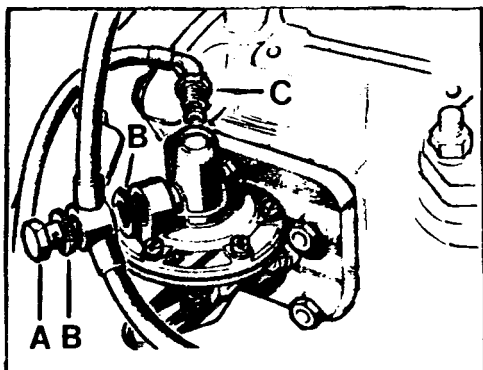

Fig. A1-32 Desmontaje tuberías bomba - de combustible
- 1.2. Desmontar el racord, A (Fig. A1-32) con sus arandelas de estanqueidad, B, y desconectar la tubería de entrada de combustible, C.